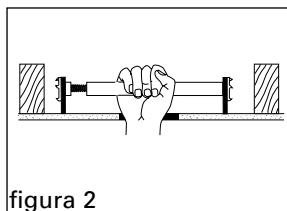

figura 2
2. Con amboslados del Saf-T-Brace® posados al nivel del techo, a mano solamente rotar la parte cuadrada del tubo hasta que los "dientes" estén firmemente incrustados en la viga; una herramienta de $\frac{7}{8}$ " puede que sea necesaria para la vuelta final de manera que la barra quede del lado plano. No instalarse con dicha herramienta. Una parte plana del tubo debe de estar paralela al cielo raso de manera que el corchete quede en la posición correcta (figura 2).